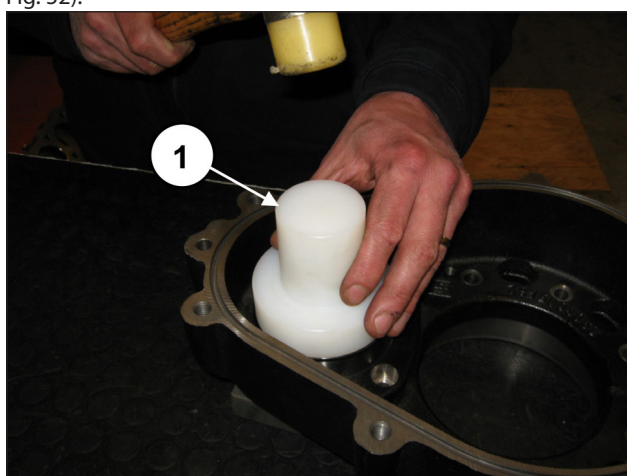
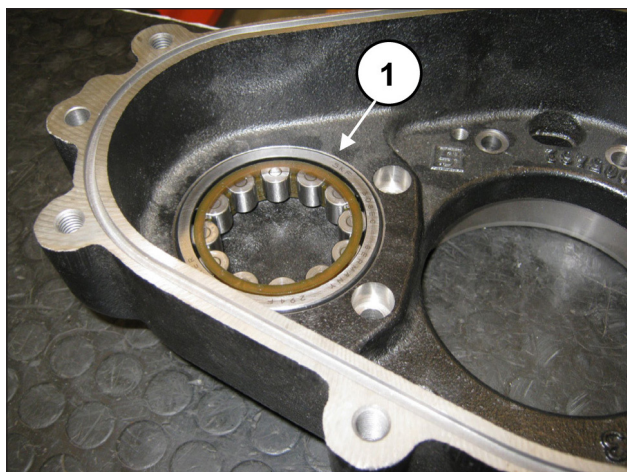

Fig. 51
Fig. 52
Na caixa do redutor, pré-monte o anel externo do rolamento do pinhão, usando a ferramenta cód. 27604900 (pos. ①, Fig. 51), até a sua inserção completa na passagem (pos. ①, Fig. 52).